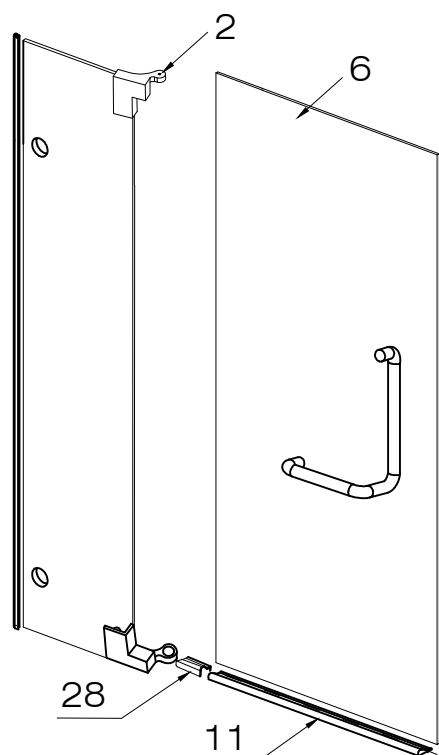
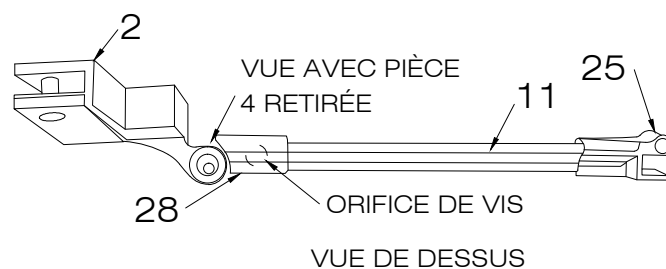

FIG.8
FIG.8A
2. Placez le capuchon d'extrémité de seuil gauche (n° 28) sur l'extrémité gauche du seuil de porte (n° 11). Alignez avec soin le seuil de porte et le capuchon d'extrémité de porte sous le panneau de porte. Le capuchon d'extrémité de seuil doit être placé contre le point rotatif de la base de charnière argentée, alors que l'autre extrémité du seuil doit être positionnée contre le mur. [CF. FIG. 8 ET FIG. 8A].